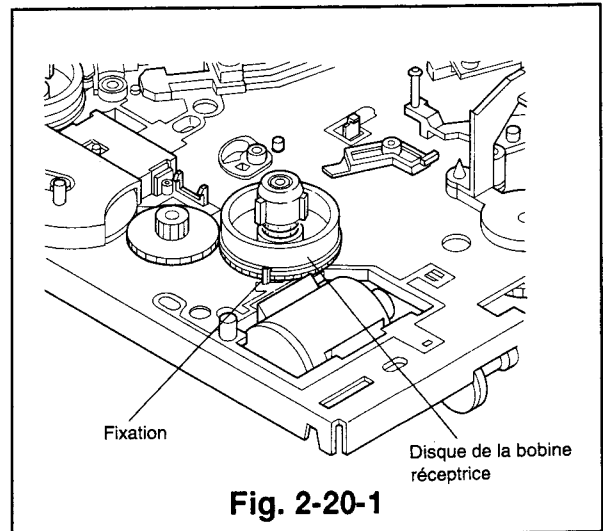

Fig. 2-20-1
- 2) Enlever le frein (SP) et le ressort (SP). (Se référer au Para. 2-14 pour la marche à suivre)
- 3) Enlever le levier de détente, le frein (TU) et le ressort (TU). (Se référer au Para. 2-16 pour la marche à suivre.)
- 4) Défaire la fixation montrée dans la Fig. 2-20-1 et soulever le disque de la bobine réceptrice pour l'ôter de son axe.